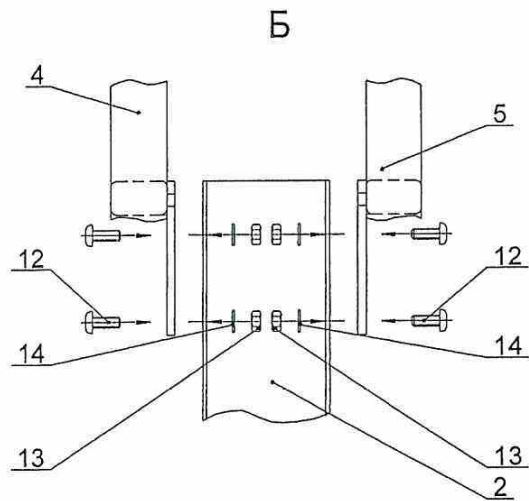

Рис.7
10.3.3.2 Установить сиденье (рис.7; 8)